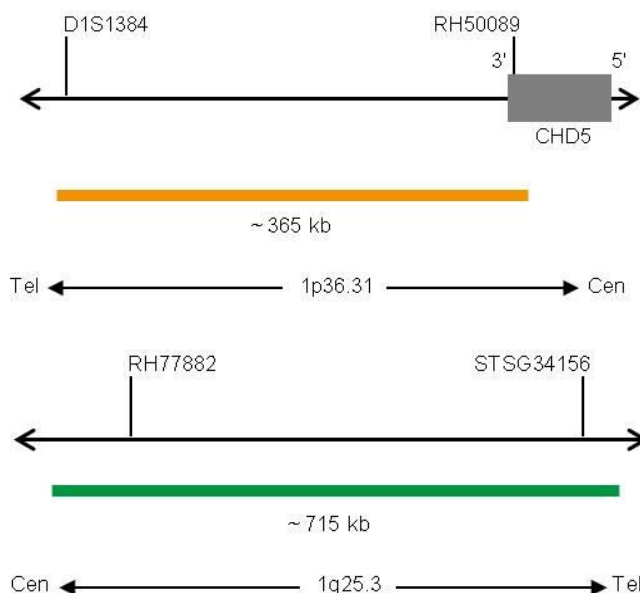

Fig. 1: Cima: SPEC 1p36 Mapa da sonda; Baixo: SPEC 1q25 Mapa da sonda (sem escala)
- Polinucleótidos (~4.5 ng/ μ l) com marcação ZyOrange (excitação 547 nm/emissão 572 nm), dirigidos ao mapeamento de sequências alvo em 1p36.31* (chr1:5,808,946-6,176,336) (ver Fig. 1).
- Polinucleótidos (~10.0 ng/ μ l) com marcação ZyGreen (excitação 503 nm/emissão 528 nm), dirigidos ao mapeamento de sequências alvo em 1q25.3* (chr1:184,271,714-184,986,522) (ver Fig. 1).